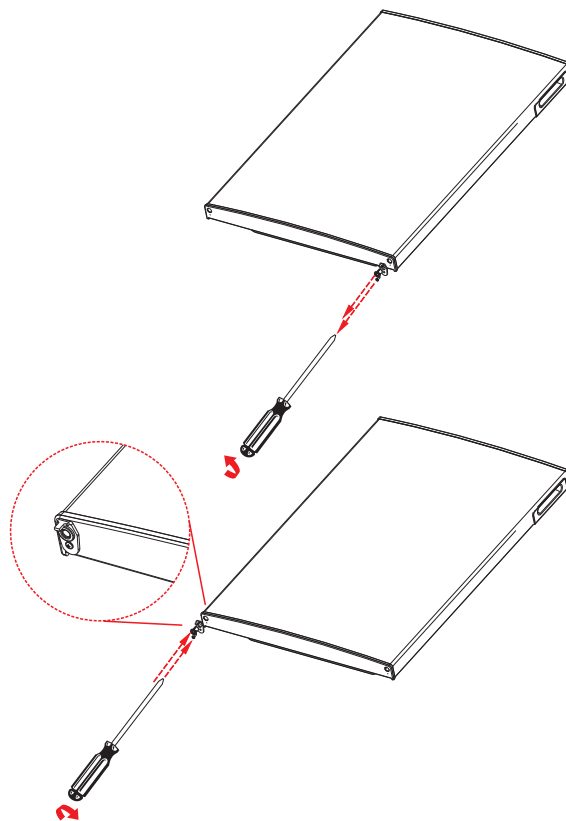

Fig. 15
- ▶ Løsn skruen for den nederste dørstopbegrænser. Flyt ligeledes dørstopbegrænsere til venstre side, og skru dørstopbegrænsere fast med skruen (fig. 15).